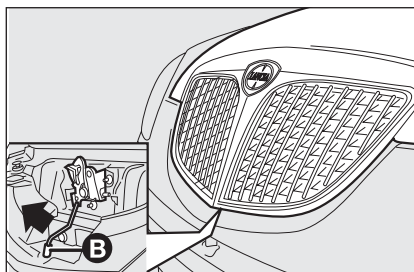

fig. 82
- déplacer à gauche le levier **B-fig. 82**, comme indiqué par la flèche;